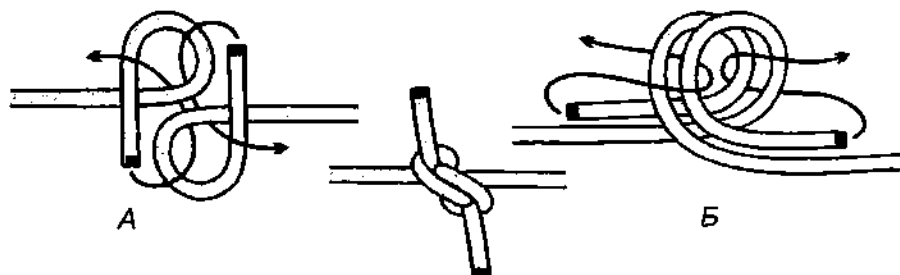
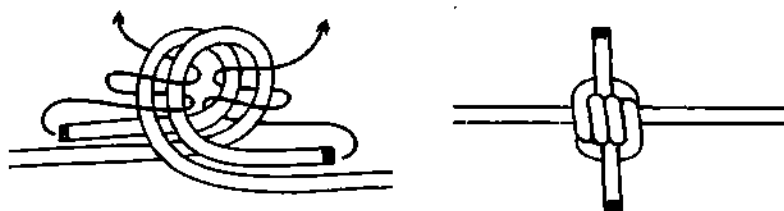

Рис. 859. А – 1-й способ вязки *параллельного узла*; Б – 2-й способ вязки *параллельного узла*.
Рис. 860. Параллельный узел с дополнительными шлагами.
*Параллельный узел* легко вяжется, не ослабляет трос и после любой нагрузки без труда развязывается (рис. 859). С дополнительным пропуском *параллельный узел* становится ещё более крепким, но тугим и труднее развязывается после затягивания (рис. 860).